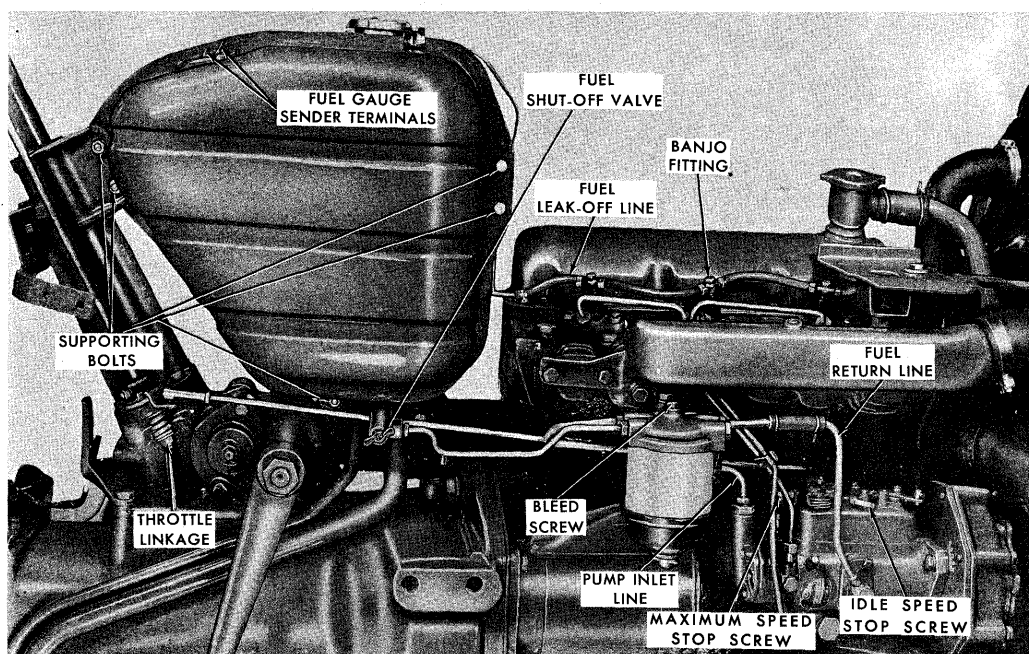

Fig. 20. Brændstofsystemet.
2. Afmonter speederforbindelsen på indsprøjtningssumpen, og indstil Idle Speed Stop Screw (fig. 20), således at hastigheden kommer til at ligge mellem 600 og 650 o/m. Spænd justerskruens kontramøtrik.